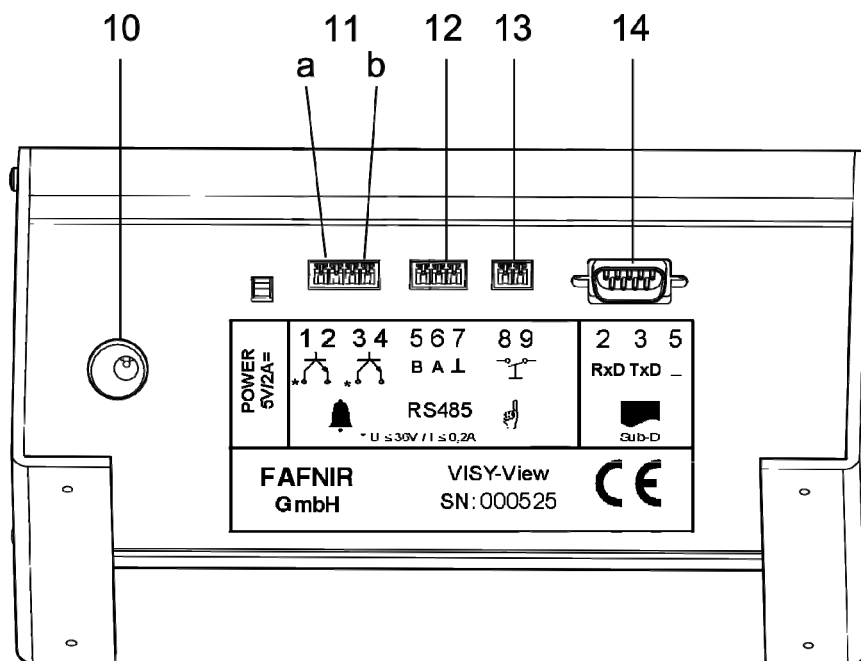

Abbildung 3: VISY-View Schnittstellen
Über Anschluss 13 (siehe Abbildung 3) kann ein für den Tankwagenfahrer auch bei bereits geschlossener Tankstelle zugänglicher Schlüsselschalter montiert werden. Durch ein wiederholtes Drehen des Schalterschlüssels werden die für einen Befüllungsvorgang relevanten Daten sämtlicher Tanks nacheinander auf dem Anzeigefeld dargestellt. Welche drei Tankdaten eines Tanks angezeigt werden sollen, wird im Untermenü „Konfiguration“ ausgewählt (siehe Abschnitt „Tankkraftwagen (TKW)-Anzeige“ in Kapitel „Konfiguration“).
- (5) Schließen Sie ggf. einen Schlüsselschalter über Anschluss 13 (siehe Abbildung 3) an.
- (6) Schließen Sie VISY-View am Anschluss 10 (siehe Abbildung 3) über das beiliegende Netzteil ans Netz an.